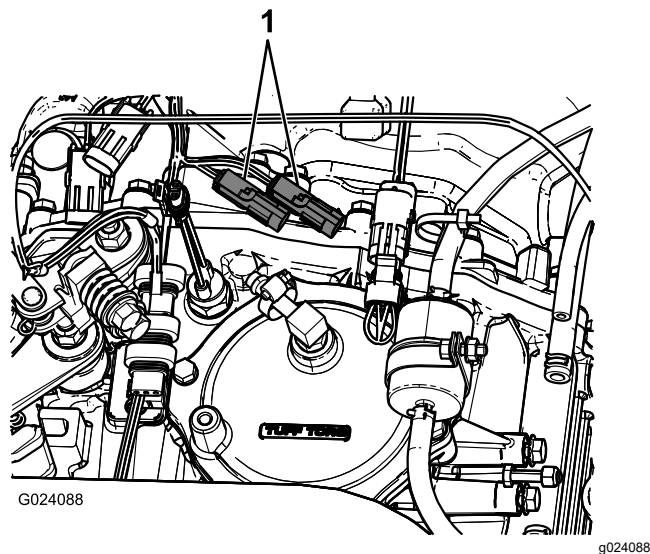

Figure 16
- Au niveau de la boîte-pont, branchez le connecteur à 3 broches du faisceau du capteur de vitesse sur la machine au connecteur à 3 douilles du faisceau du capteur de vitesse sur le pulvérisateur (Figure 16).